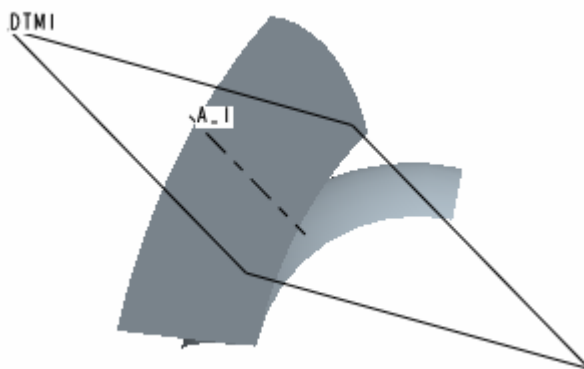

图 36-16
(5) 单击【确定】按钮，完成基准平面的建立，如图 36-16 所示。